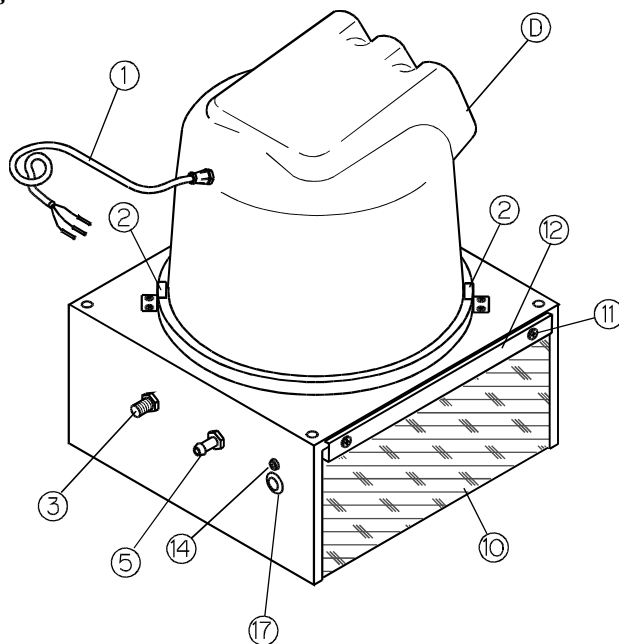

Abb. 3
*Setzen Sie vor der Montage die Haube mit Motor-Ventilator auf die Basis und legen Sie die Richtung der Ausblasdüsen des Wassernebels fest. Verschrauben Sie anschließend die Befestigungswinkel (siehe Abbildung 3).*
- Drehen Sie die Ausblasöffnung (D) horizontal in die gewünschte Richtung.
- Montieren Sie die SICHERHEITS-Befestigungswinkel (2) gemäß Abbildung 3.
- Entfernen Sie die Befestigungsschrauben (11 – Abbildung 3) vom Luftfilter.